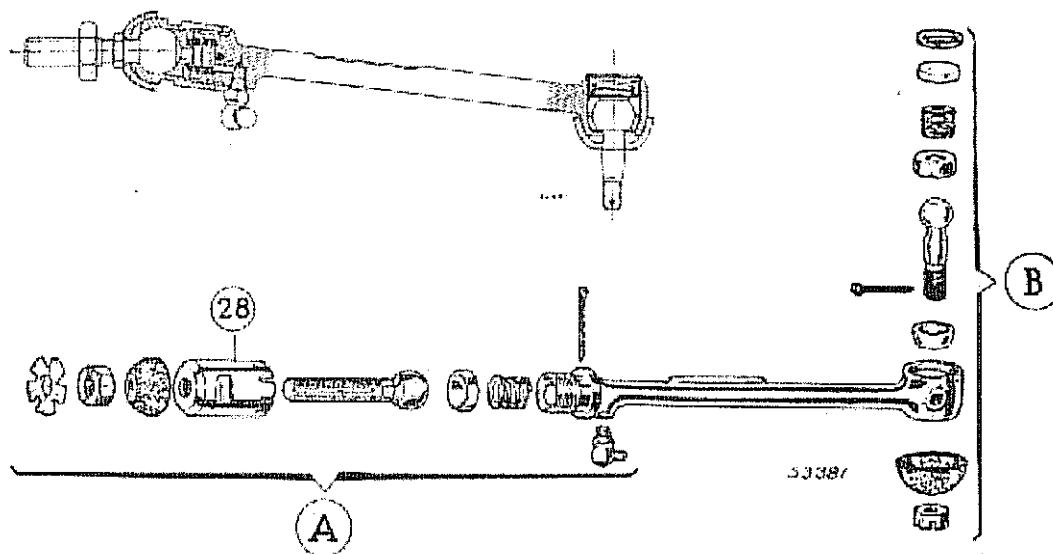

Fig. 314
Lado de la cremallera (lado interior): Quitar la chaveta partida de fijación del alojamiento de la rótula, desenroscarla y quitar la cubeta (media-nuez) y el resorte. Luego quitar el seguro, la tuerca y separar la rótula de su alojamiento (28), tal como se indica en el despiece A (Fig. 314).
Lado de la rueda (lado exterior): Quitar el ara retén, el tapón separador, el resorte, la cubeta superior, la rótula y la cubeta inferior según se muestra en el despiece B (Fig. 314).